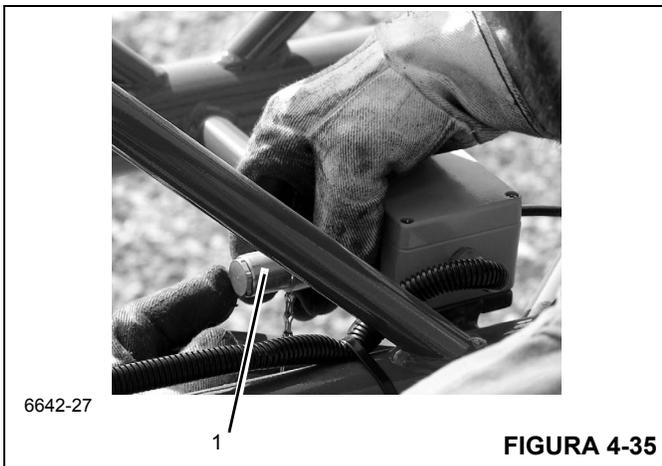

FIGURA 4-35
7. Conecte el conector del RCL (1, Figura 4-35) a la caja de empalmes del RCL. El cable está almacenado en la sección de 7 m (23 pies).